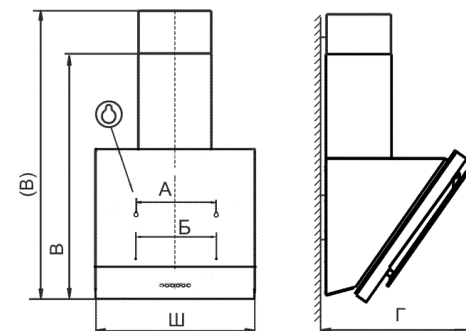

рис. 2
6.1 Установка кухонной вытяжки (рис.2):
- вверните два самонарезающих винта 4x39 мм (размер «А», рис. 2)
- навесьте вытяжку через отверстия типа «замочная скважина» и дополнительно закрепите ее двумя самонарезающими винтами 4x39 мм (размер «Б», рис. 2);